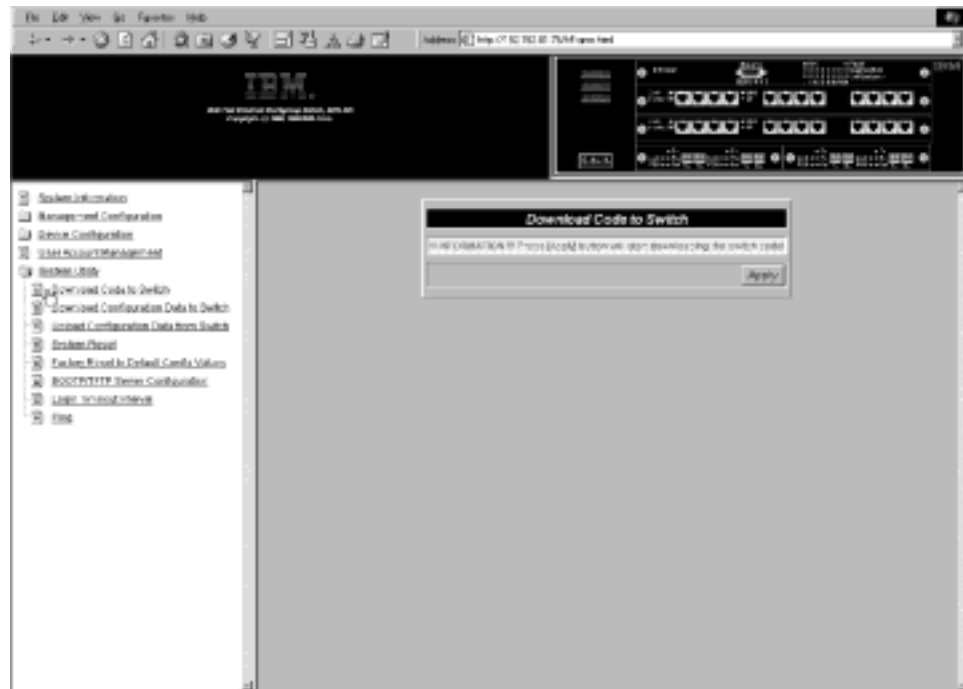

Abbildung 5-17. Bestätigungsanzeige "Download Code to Switch"
- Schritt 5. Wählen Sie erneut **Apply** aus, um die Operation zu bestätigen (siehe Abb. 5-17 auf Seite 5-31). Drücken Sie dann die **Eingabetaste**, um das Herunterladen zu starten.